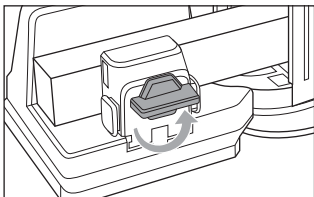

Fig. 8
- ◆ Tournez le bouton d'arrêt ❸ dans le sens antihoraire pour desserrer la pièce en bois (voir fig. 8).